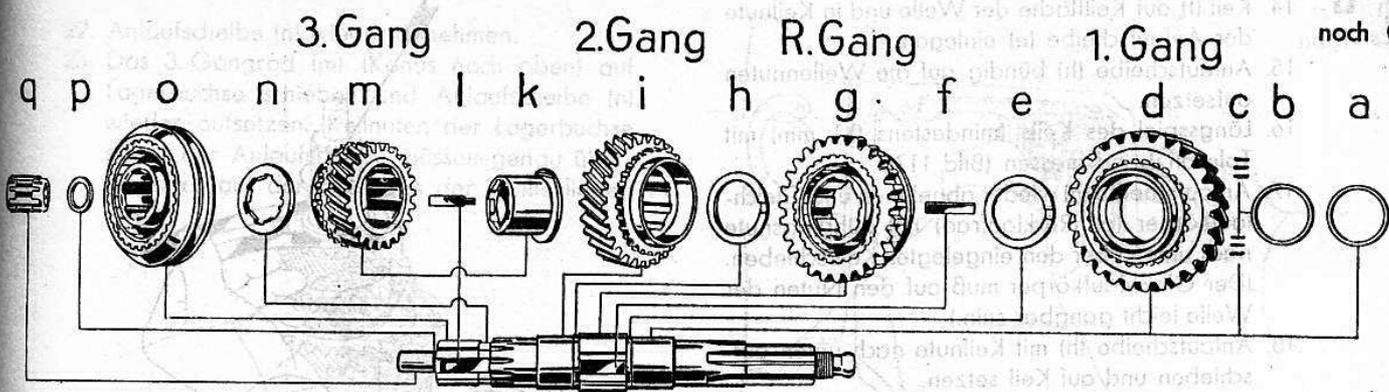

Bild 112
6. Anlaufscheibe (e) (Bild 112) mit Keilnute nach unten aufsetzen, 1. Gangrad (d) mit Konus nach unten aufschieben, Anlaufscheibe (a) auf Wellenbündel auflegen.